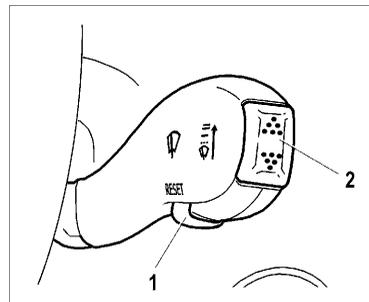

Рис. 30. Клавиши подрулевого переключателя
- клавиша **«Reset»** 1 (рис. 30);